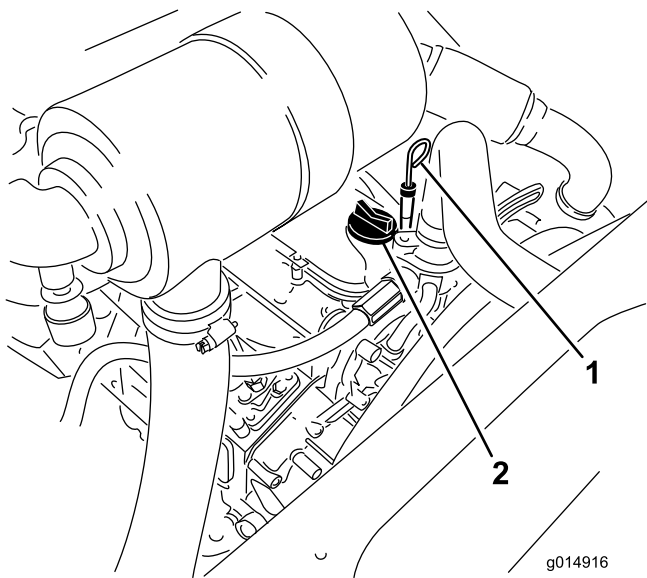

図 36
3. ディップスティックを抜き取り、付いているオイルをウェスで拭きとってもう一度差し込む(図 36)。
5. オイルの量が不足している場合は、補給キャップ (図 36) を取り、Full 位置までオイルを補給する。